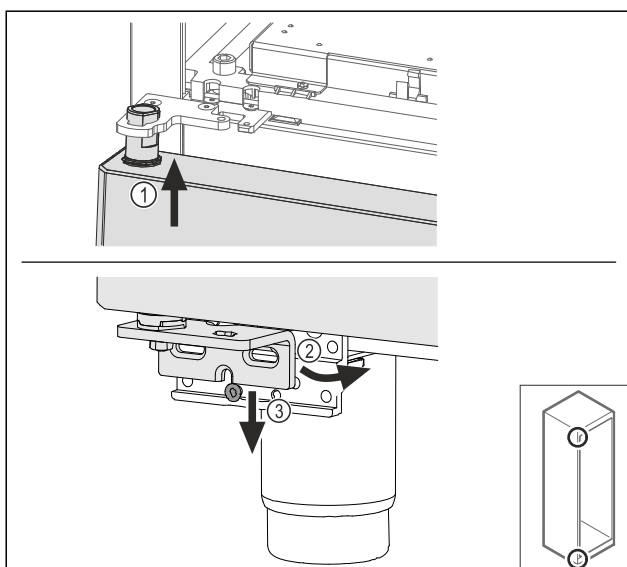

Fig. 68
- Deur iets gekanteld aan de bovenzijde terugplaatsen Fig. 68 (1), deur recht uitlijnen Fig. 68 (2) en aan de onderzijde op de lagerbokschroef Fig. 68 (3) plaatsen.